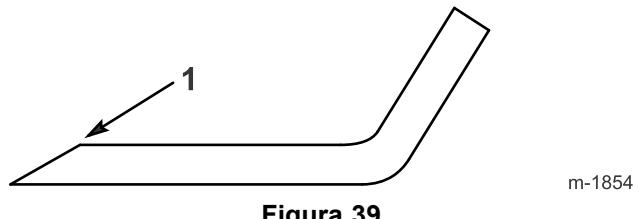

Figura 39
1. Afilate i taglienti da entrambe le estremità di ogni lama con una lima (Figura 39). Rispettate l'angolazione originale. La lama rimane bilanciata soltanto se rimuovete una quantità uguale di materiale da entrambi i taglienti.